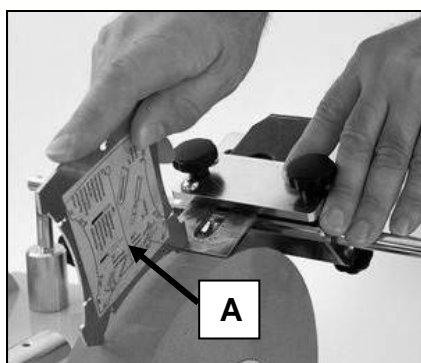

Fig 11
- Mettez le dispositif d'affûtage (1) sur le support universel (2), positionnez l'outil dans le dispositif et bloquez-le en position avec les 2 molettes (Fig 11).